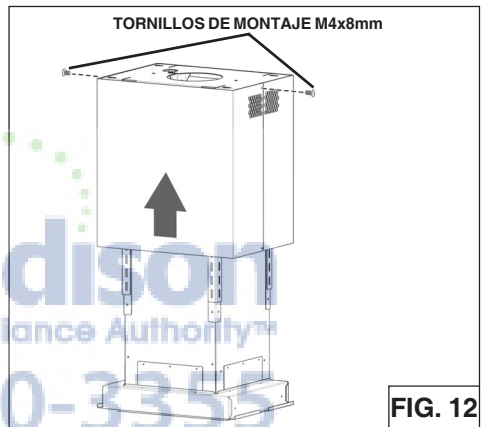

FIG. 12
3. Se adjunta el **conducto superior** a la parte superior del armazón de soporte asta hacerlo tocar el techo, y fíjelo con el tornillo para el montaje M4x8mm (Fig.12).
5. Una la **chimenea desorativa superior** al marco de soporte superior utilizando los tornillos de montaje M4x8mm (Fig.12).